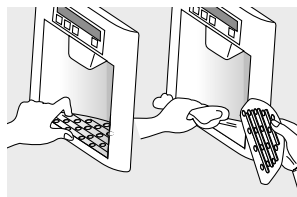

Figura 65
- Retire la parrilla de retención y limpie la parrilla del agua regularmente (La parrilla de retención no se vacía por sí misma.) (Figura 65)